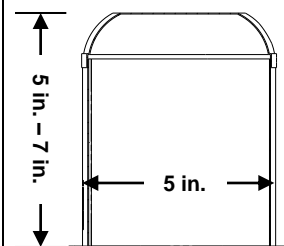

FIG. 1
**ADVERTENCIA - RIESGO DE DESCARGA ELÉCTRICA. INSTALE ESTE ADAPTADOR DECORATIVO EN LAS CAJAS DE LUZ EMPOTRADAS QUE TIENEN LAS DIMENSIONES INDICADAS EN LA FIG. 1, INCLUYENDO LAS SIGUIENTES LUMINARIAS: CAJAS INCANDESCENTES - MODELOS COMMERCIAL ELECTRIC HBR5, HBR5R, HBR5ICAT, HBR5ICRAT; MODELOS HALO H5T, H5RT, H5ICAT, H5RICAT; MODELOS CORDELIA X5LICAT, X5LICRAT; MODELOS ELCO EL5ICA, EL5RICA; MODELOS LITHONIA L5, L5R; MODELOS ELITE B5, B5R, B5IC, B5RIC.**